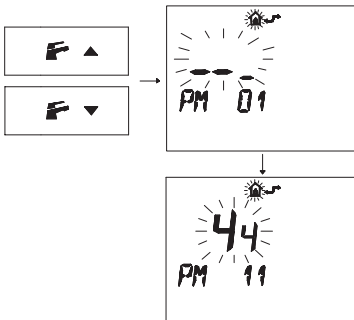

Figura 5.57
- Premere i pulsanti F/▼ o F/▲ per visualizzare la programmazione "PM11" della postcircolazione pompa (Figura 5.57).